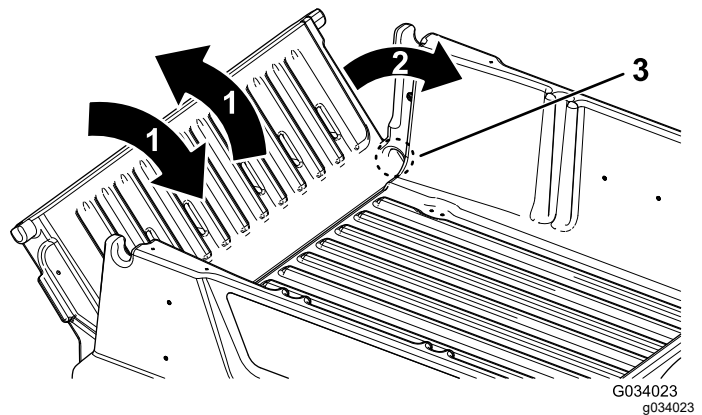

Figura 16
2. Gire el portón trasero a un ángulo de 45° aproximadamente (Figura 16).
3. Mueva el portón trasero varias veces hacia adelante y hacia atrás con breves sacudidas (Figura 16).